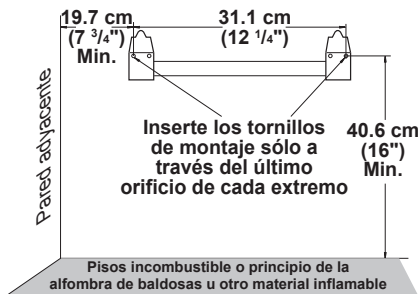

Figura 6 - Distancias mínimas del soporte de montaje
2. Marque la ubicación de los tornillos en la pared (consulte la figura 6). *Nota: Marque únicamente el último orificio de cada extremo del soporte de montaje. Inserte los tornillos de montaje en estos orificios solamente.*